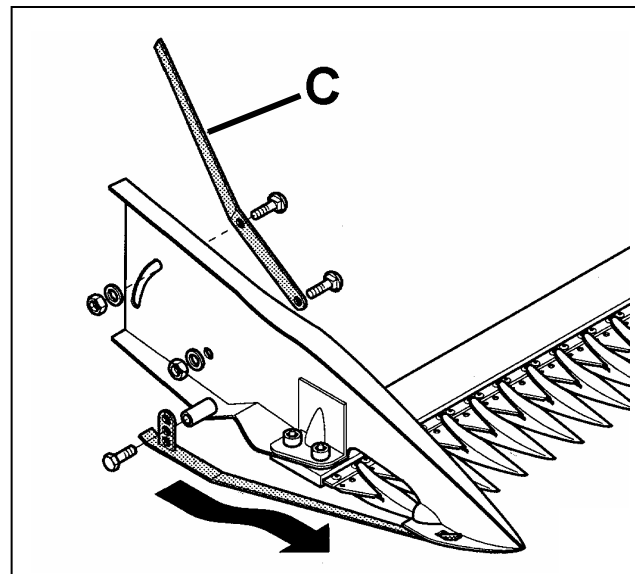

fig.4/11
- sacar los patines inferiores **A** de la galgas **B** (fig.4/9);
- posicionar la primera punta de la barra de corte en el alojamiento de la galga con tornillos, arandelas y tuercas (fig.4/10);